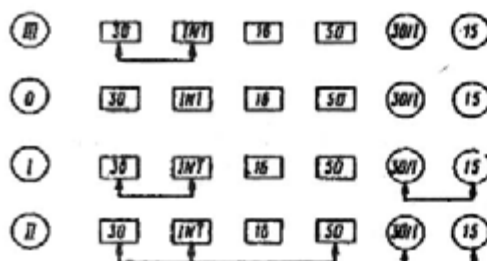

Рис. 275. Замок зажигания:
Ключ в замке зажигания может иметь четыре положения (рис. 275), обеспечивая требуемое соединение выводящих клемм и осуществляя запирающее или отпирающее вала рулевого управления. В табл. 40 указаны цепи питания потребителей электроэнергии, включаемые контактным устройством замка в 0, I, II и III положениях ключа в замке.
При проверке контактной системы замка пользуйтесь схемой, приведенной на рис. 275.
6. Выньте замок из кронштейна, утопив плоскую пружину 8 (рис. 275) отверткой, установленной в зазор между гильзой 2 замка и отверстием кронштейна со стороны выводных клемм контактного устройства.